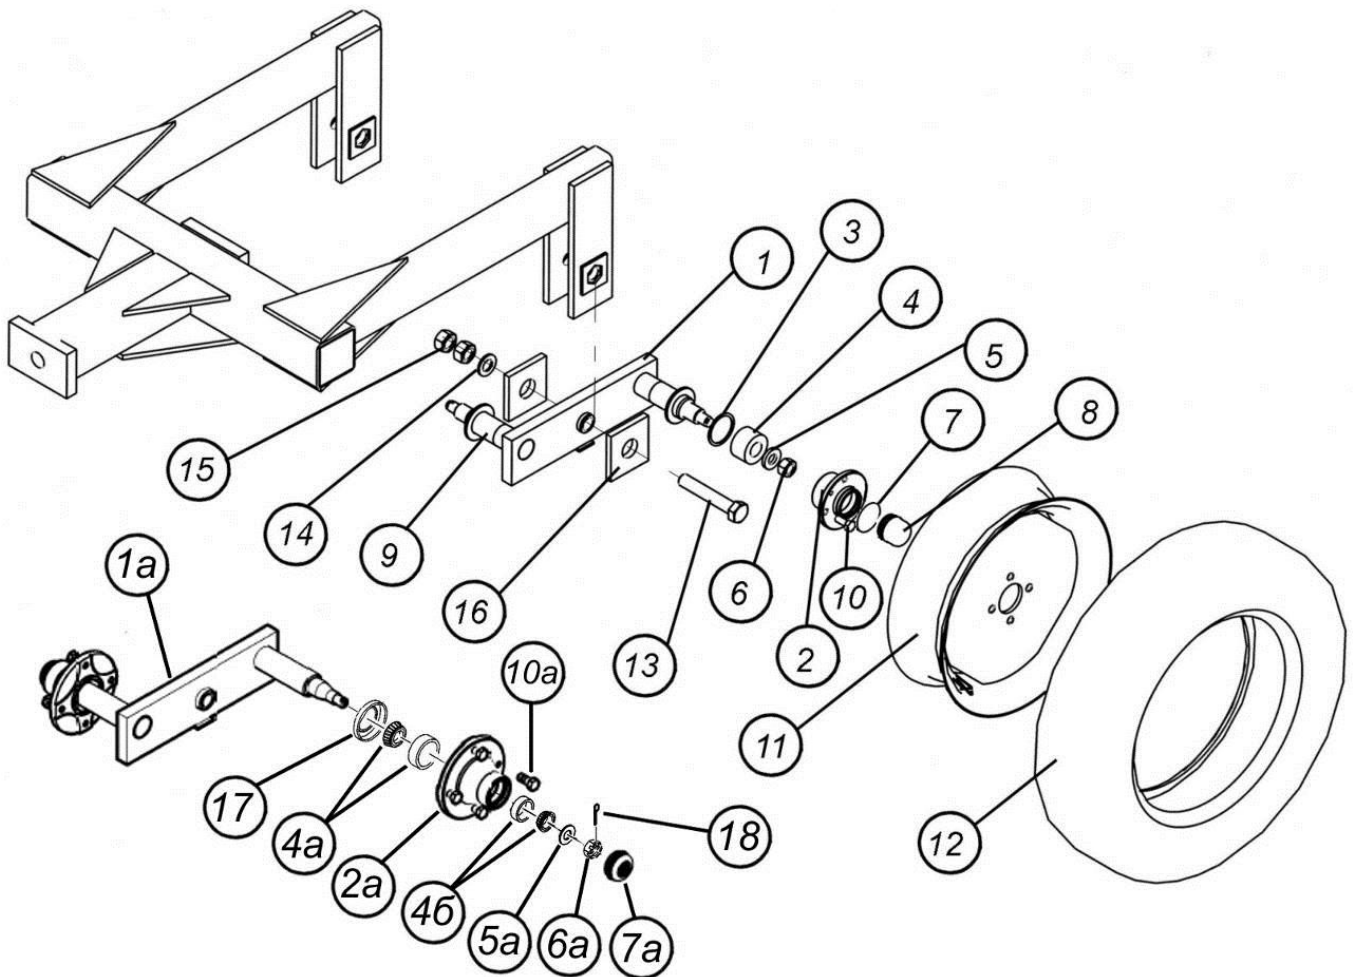

Рис. 7.1.6. Балансир и прикатывающие колеса
7.1.6.1. Чистик прикатывающего колеса (рис. 7.1.6.1).